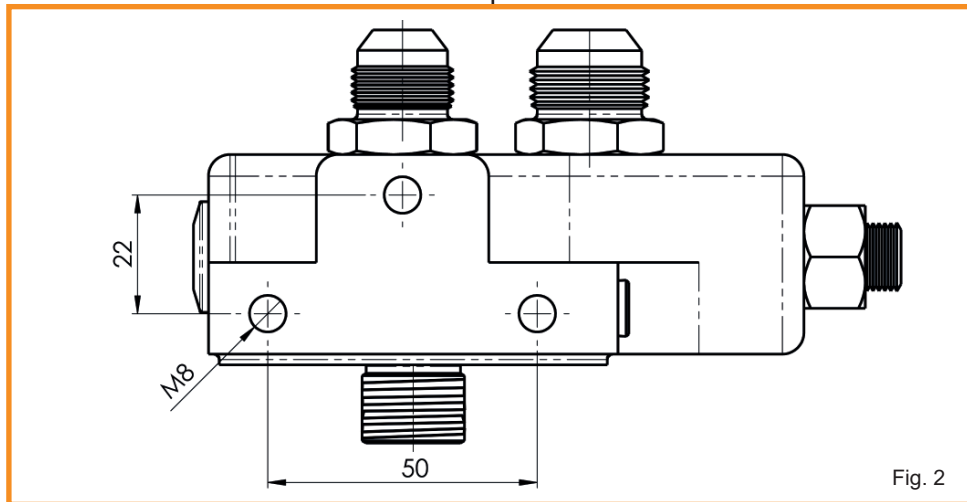

Fig. 2
- The position of the mounting holes is shown in (Fig.2).
- Die Position der Befestigungslöcher geht aus Abbildung 2 hervor.